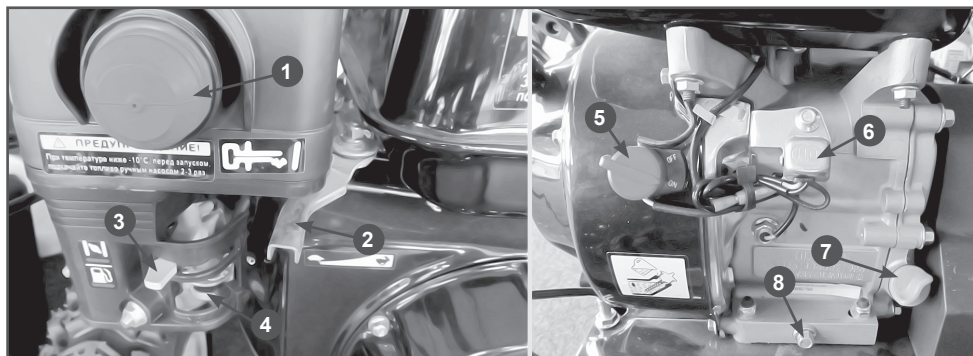

Рис.19 Основные узлы и органы управления двигателем
Основные узлы и органы управления двигателем приведены на Рис.19.
1. Откройте топливный кран, перемастив рычаг топливного крана 4 (Рис. 19) в рабочее положение (ON).
2. При запуске двигателя закройте воздушную заслонку карбюратора рычагом 3 (Рис. 19).
3. Установите рычаг газа 2 (Рис. 19) в среднее положение.
4. Нажмите на праймер подкачки топлива 1 (Рис. 19) три раза. При запуске теплого двигателя праймер нажимать не надо.
5. Установите выключатель 5 (Рис. 19) в положение ON (Вкл).